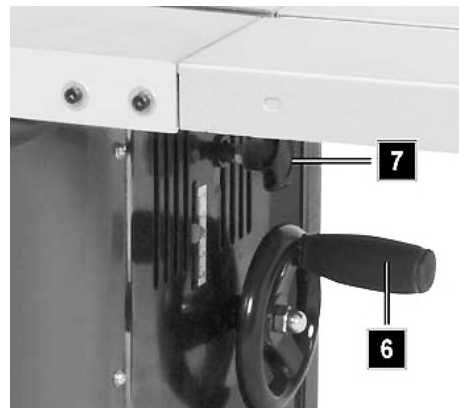

Abb. 14: Einstellung der Arbeitstiefe
Schritt 1: Zum Einstellen oder Verringern der Spindelhöhe (dient zum Einstellen der Höhe der Fräsmesser) drehen Sie den Handgriff (Pos. 6, Abb. 14), um die Höhe nach Bedarf zu verringern oder zu erhöhen.
Schritt 2: Sichern Sie die Einstellung indem Sie die Klemmschraube (Pos. 7, Abb. 14) fest anziehen.